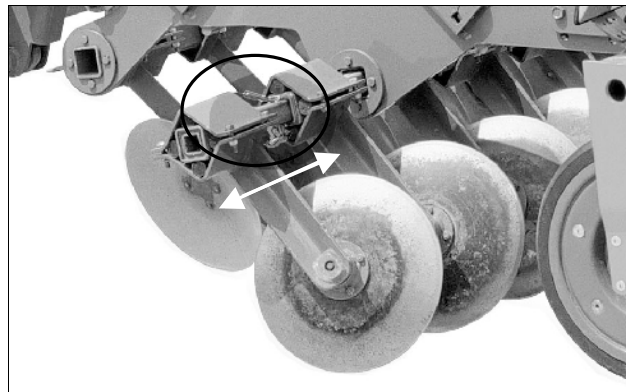

Fig. 37
- Kanttallerknerne (**Fig. 37**) klappes ind og fikseres ved hjælp af splitbolte og ringsplit!
- Kanttallerknerne (Fig. 37) klappes ind og fikseres ved hjælp af splitbolte og ringsplit!